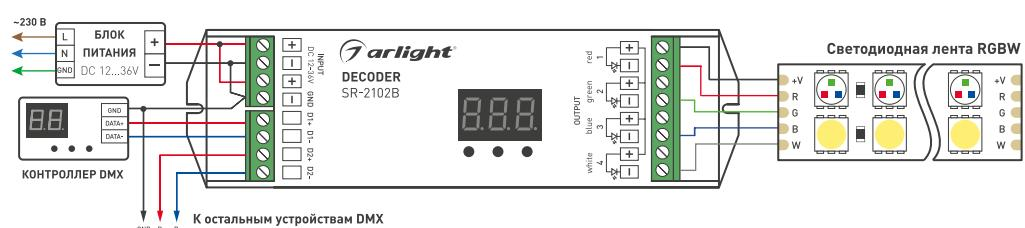
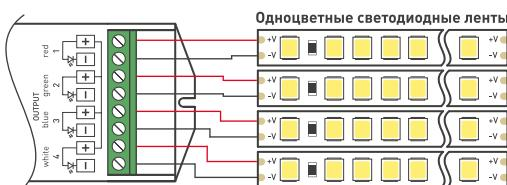

Рисунок 1. Схема подключения декодера при использовании ленты RGBW и режима 4cH.
Рисунок 4. Подключение одноцветной ленты (1cH).
- 3.3. Подключите светоизодную ленту или другой совместимый светоизодный источник света к выходу «OUTPUT» декодера, соблюдая полярность и расположение проводов RGBW. Возможные варианты использования декодера показаны на Рис. 1 — Рис. 4.